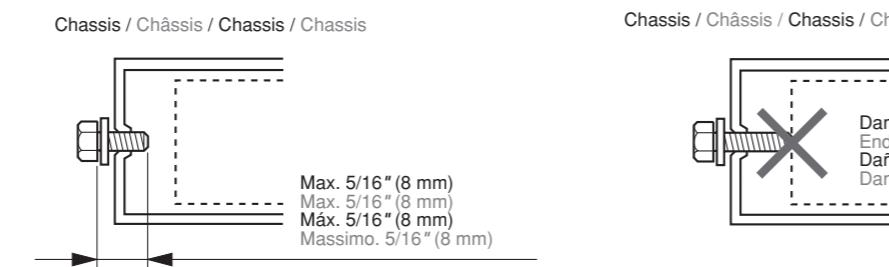

Figure 3 / Figure 3 / Figura 3 / Figura 3
8. Use the included screws for installation. Using other screws can result in damage. (Figure 3)
8. Utilisez les vis fournies pour l'installation. L'utilisation d'autres vis risque d'entraîner des dommages. (Figure 3)